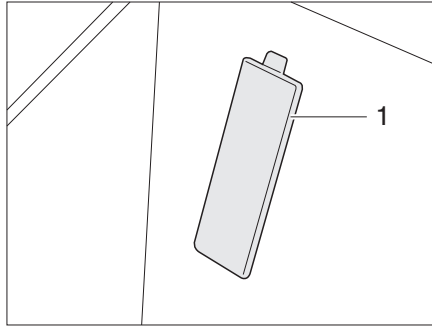

Bild 375 Abdeckung Fahrgestellnummer
- ▷ Die Fahrgestellnummer befindet sich bei Fahrzeugen auf Fiat-Basis hinter einer Abdeckung (Bild 375,1) im Einstieg auf der Beifahrerseite.